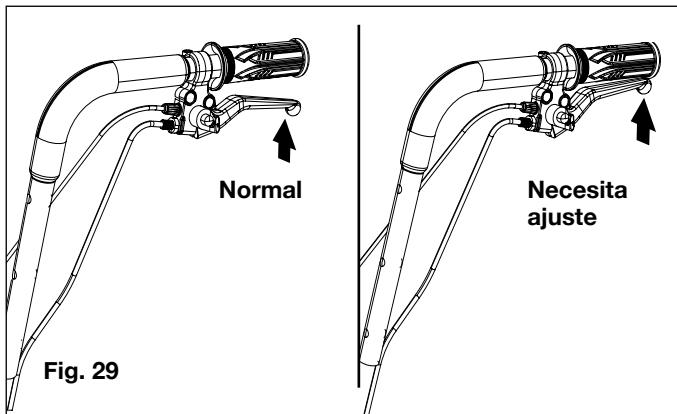

Fig. 29
ser jalada hasta alcanzar el mango, tendrá que ser ajustada tal como se describe a continuación (Fig. 29).
7. Pruebe el freno jalando la palanca. La palanca deberá detenerse a la mitad al ser jalada por completo (Fig. 29). Si esto ocurre, vaya al paso 11. Si no, vaya a los pasos 8-10.